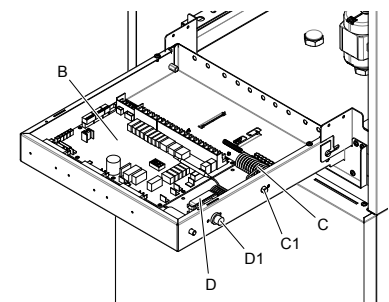

fig. 20 - vista interna del quadro elettrico
- B Scheda idronica elettronica (fig. 20)
- C Protezione termica di sicurezza per resistenza elettrica monofase con pulsante di riarmo manuale (part. C1 fig. 20)
- D Protezione termica di sicurezza per resistenza elettrica trifase con pulsante di riarmo manuale (part. D1 fig. 20)